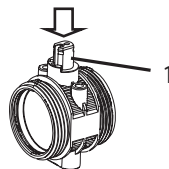

Fig. 16
Démontez les écrous d'union du robinet (3) et retirez-les de leur emballage. Insérez l'outil dans la fente sur les supports de joint prévus à cet effet (12), puis tournez la clé dans le sens inverse des aiguilles d'une montre pour serrer le joint annulaire et dans le sens des aiguilles d'une montre pour le desserrer. Si l'un des composants du robinet s'use, il peut être remplacé en démontant la structure du robinet. A cet effet, procédez de la même manière qu'avec le réglage mais tournez dans le sens des aiguilles d'une montre jusqu'à ce que les supports de joint (12) soient démontés. Lorsque cela a été fait, tout joint annulaire de la structure peut être remplacé. Tournez l'arbre jusqu'à ce que la bille soit en position fermée ; retirez la bille (2) et retirez les sièges de rotule (9). Pour remplacer l'arbre, il faut procéder en forçant tel qu'indiqué sur la Fig.16. Une fois l'arbre démonté (1), les joints annulaires peuvent être remplacés (7). Rappelez-vous qu'exercer une trop grande force sur les supports de joint peut influencer sur l'action et perturber le fonctionnement du robinet.